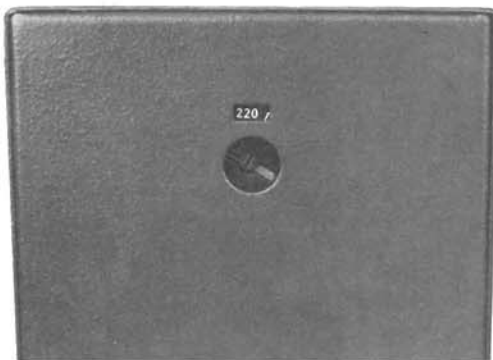

Fig. 12a Spannungseinstellung
- Netzspannung kontrollieren (siehe Fig. 12a).